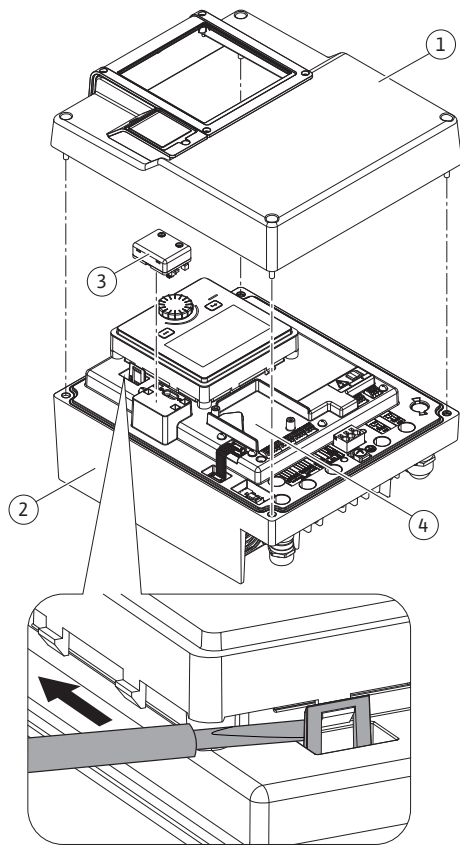
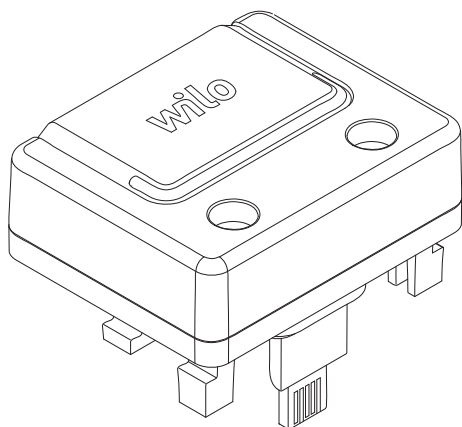

Fig. 26: Elektroonikamoodul
Fig. 27: Wilo-Smart Connecti moodul BT
Bluetooth-liides Wilo-Smart Connecti moodul BT (Fig. 26, pos. 3 ja Fig. 27) võimaldab ühendada mobiilseid lõppseadmeid, nagu nutitelefoni ja tahvelarvuti. Wilo-Assistanti äpis asub Wilo-Smart Connecti funktsioon. Wilo-Smart Connecti funktsiooniga saab pumba juhtida, seadistada ja andmeid lugeda. Seadistusi vaadake peatükist „Kasutuselevõtmine“ [► 47].
1. Keerake elektroonikamooduli ülaosa neli polti (Fig. 26, pos 1; Fig. 1, pos 2) lahti.
3. Ühendage Wilo-Smart Connecti moodul BT ettenähtud Wilo-Connectivity Interface'i liidesesse. Vt Fig. 26, pos. 3.
CIF-moodulid (lisavarustus) on mõeldud pumpade ja hoonehaldussüsteemi vaheliseks kommunikatsiooniks. CIF-moodulid ühendatakse elektroonikamoodulisse (Fig. 26, pos 4).